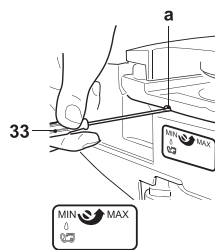

Fig. 15
4. Pour ajuster le flux d'huile, tournez la vis de réglage (Fig. 15, a) du graisseur situé sous l'appareil, à l'aide du tournevis fourni (33).